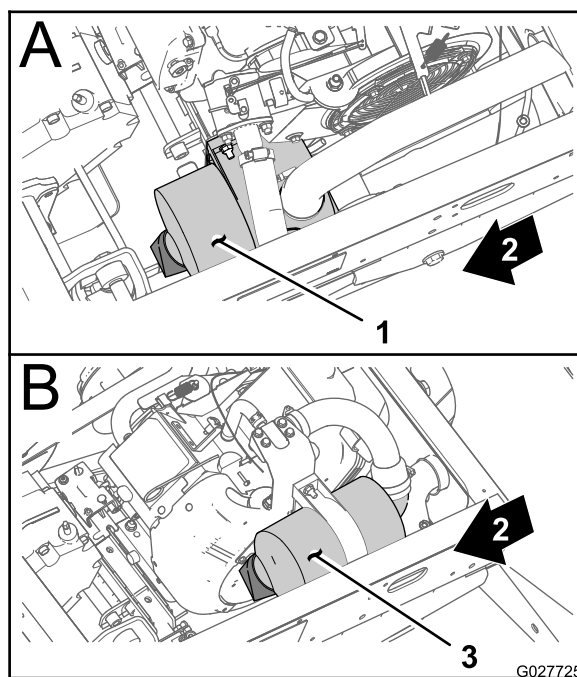
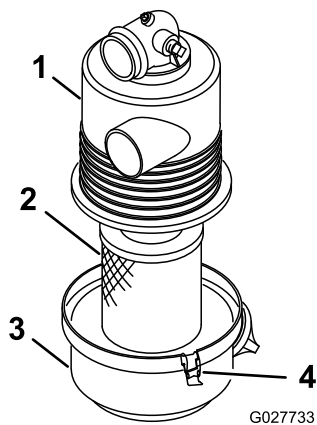

Figure 37
Figure 38
2. Vérifiez si le boîtier du filtre à air présente des dommages susceptibles d'occasionner des fuites d'air. Le couvercle doit être parfaitement ajusté sur le boîtier du filtre à air (Figure 37 et Figure 38).
- Desserrez les verrous qui fixent le couvercle sur le boîtier du filtre à air (Figure 38).
- Séparez le couvercle du boîtier du filtre à air et nettoyez l'intérieur du couvercle (Figure 38).
- Insérez l'élément filtrant dans le boîtier du filtre à air (Figure 38).
- Alignez le couvercle du filtre à air sur le boîtier du filtre à air (Figure 38).
- Fixez le couvercle au boîtier avec les verrous (Figure 38).